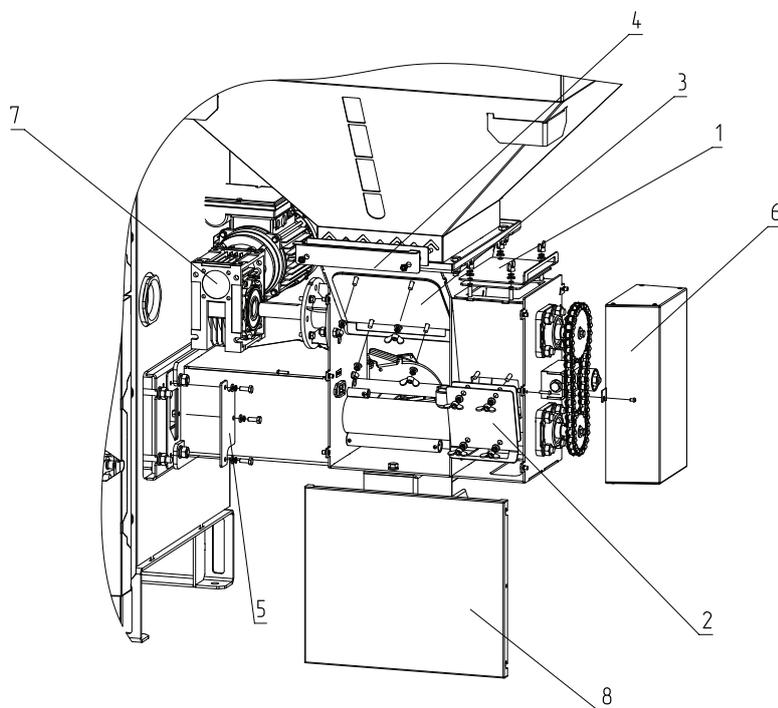

Рис.17 Обслуживание механизма подачи
- Для замены двигателя (**Рис.17, поз.7**) необходимо снять его с адаптера, предварительно открутив крепежи М6. Отключить разъём двигателя. Заменить сломанную деталь или весь узел. В случае замены двигателя, жгут выходящий из распределительной коробки двигателя необходимо переставить со сломанного в новый (рекомендуется записать или сфотографировать схему подключения перед снятием двигателя).
- При полном заклинивании шнека, необходимо выключить котел, снять заглушки (**Рис.17, поз.1; 2; 3**). Проверить шнеки на наличие инородных предметов и ниток от мешков, которые могут затруднить движение топлива по механизму подачи. Удалите инородные предметы и установите заглушки.
- При необходимости снять бункер, если в нем находится топливо, необходимо открутить заглушку стоп-топлива (**Рис.17, поз.4**).
- Для обслуживания цепи и подшипников, необходимо снять крышку передаточного узла (**Рис.17, поз.6**).
Внимание! Когда узел не обслуживается крышка передаточного узла (**Рис.17, поз.6**) должна оставаться закрытой, чтобы избежать травм и для защиты смазанных улов от воздействия пыли и грязи.
- Для замены ТЭНы авторозжига необходимо снять заглушку (**Рис.17, поз.5**), открутив винты М5. Затем извлечь ТЭНу из окошка и заменить на новую.